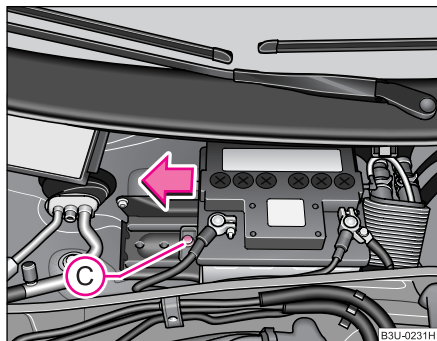

Fig. 167 Compartimentul motor: Bateria
- Deșurubați șurubul (C) ♥ fig. 167 și scoateți placa de siguranță.